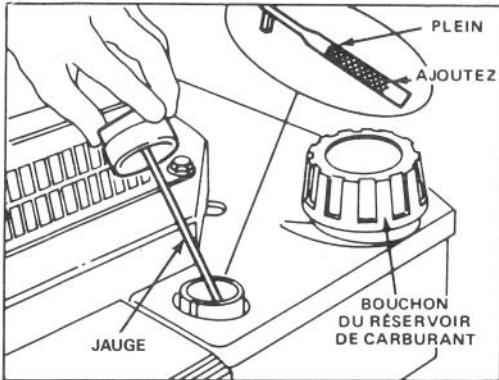

Figure 4
Avant chaque usage, s'assurer que le niveau d'huile se situe entre les repères ADD et FULL (Fig. 4).
3. Essuyez la jauge d'huile et insérez-la dans le col de remplissage. Tournez le bouchon d'un quart de tour dans le sens des aiguilles d'une montre. Enlevez ensuite la jauge d'huile et vérifiez le niveau d'huile (Fig. 4). Si le niveau est bas, ajoutez une quantité d'huile qui soit tout juste suffisante pour amener le niveau à la marque FULL (PLEIN) sur la jauge d'huile. NE REMPLISSEZ PAS AU-DELA DE LA MARQUE FULL (PLEIN) CAR LE MOTEUR PUORRAIT ETRE ENDOMMAGE LORS DU DEMARRAGE. VERSER L'HUILE LENTEMENT.
1. Nettoyez autour du bouchon. Remplir d'essence sans plomb jusqu'à 1 1/4-1/2 de pouce (6-13 mm) du bas du tube de remplissage. Ne pas remplir le réservoir complètement. Remettez le bouchon (Fig. 4).
1. VERIFICATION DU NIVEAU D'HUILE – Maintenir le niveau d'huile entre les repères ADD et FULL sur la jauge (Fig. 4).